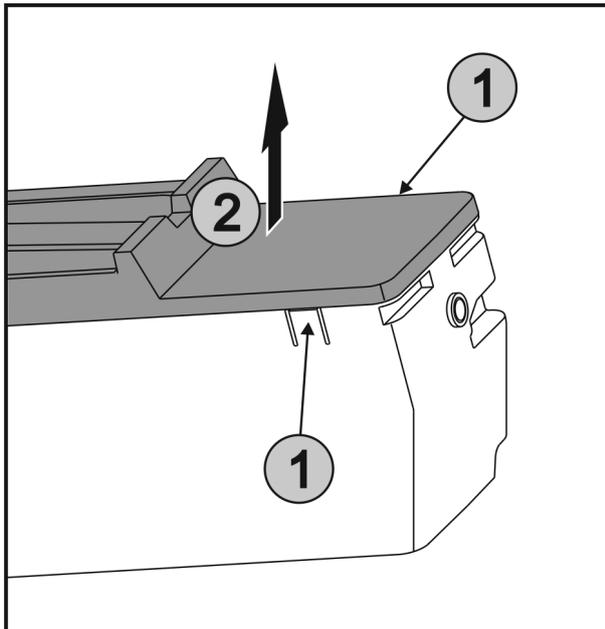

Fig. 57
- ▶ Laschen Fig. 57 (1) an den beiden Seiten von EasyTwist-Ice gleichzeitig drücken und die Abdeckung Fig. 57 (2) nach oben entnehmen.